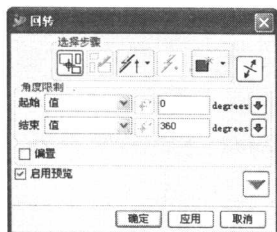
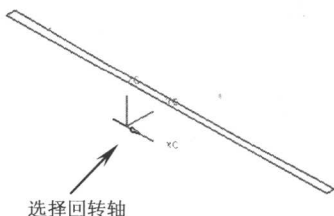
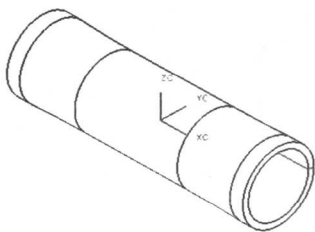

图1-4
图1-5
图1-6
4. 选择前两步绘制的草图轮廓,在【成形特征】工具条中单击【回转】按钮,弹出【回转】对话框。在【结束】输入框中输入“360”,如图 1-4 所示。单击 ,然后选择图 1-5 所示的回转轴,最后单击 按钮创建回转特征,结果如图 1-6 所示。